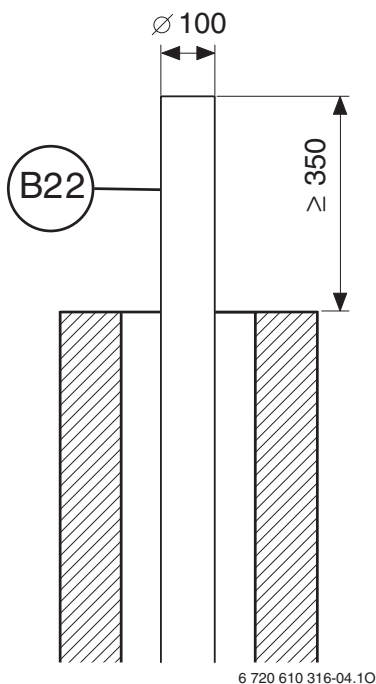

Bild 15
- ▶ Verlängerungsrohr (B22) ohne Muffe entsprechend Bild 15 überstehen lassen.